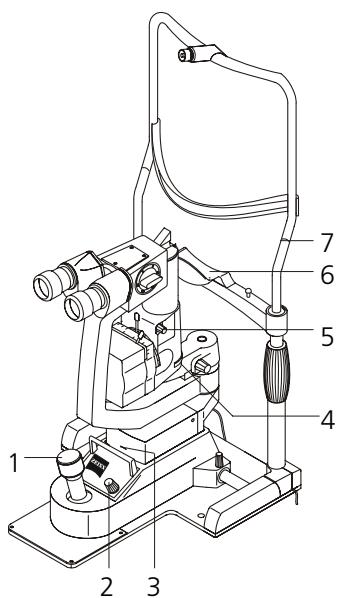

Fig. 23 Réglage de la lampe à fente
- Régler la luminosité requise à l'aide du rhéostat (2, Fig. 23) sur la base de l'instrument. Quand le régulateur est tourné en fin de butée de gauche, l'alimentation en courant est interrompue. La luminosité augmente continuellement à mesure que l'on tourne le bouton et elle est au maximum en fin de butée de droite.
- Régler la hauteur de l'appuie-menton (6, Fig. 23) de façon à ce que les yeux du patient soient à peu près à la même hauteur que les repères rouges (7, Fig. 23).
- En tournant le levier de commande des coordonnées (1, Fig. 23), régler la lampe à fente à la hauteur moyenne marquée par le repère rouge (3, Fig. 23).
- Choisir les filtres à l'aide de la roue de réglage (4, Fig. 23) en fonction des besoins.
- Choisir pour l'éclairage défocalisé un angle aussi faible que possible entre l'observation et l'éclairage et décenter légèrement la fente à l'aide du bouton (5, Fig. 23).